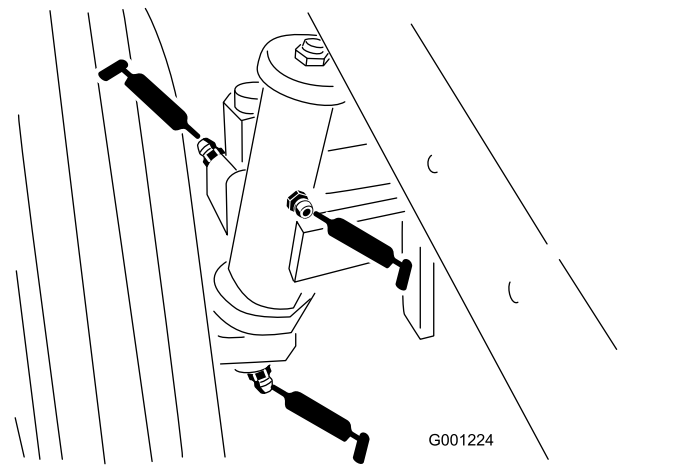

Figure 41
- Bagues de fusée de roue arrière (Figure 41)